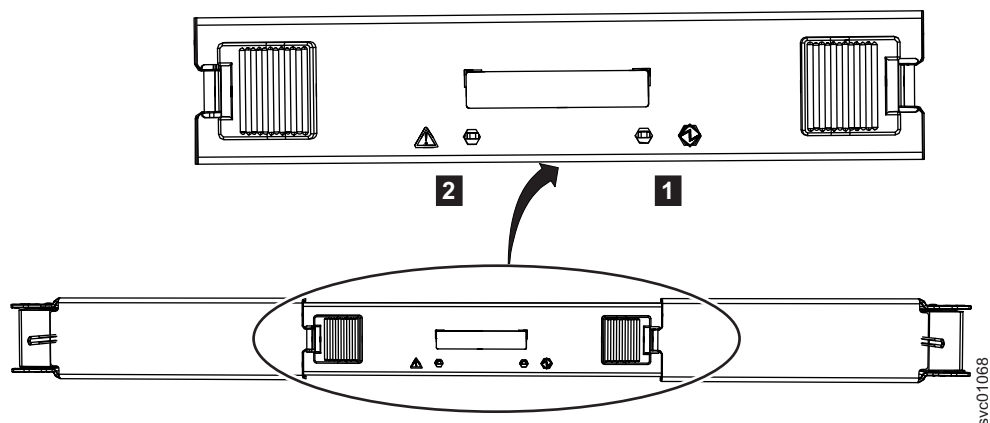

Figure 77. Voyants d'un module d'extension secondaire
2. Identifiez le module d'extension secondaire à remplacer ; la figure 77, à la page 88 montre les voyants sur le dessus d'un module d'extension secondaire.